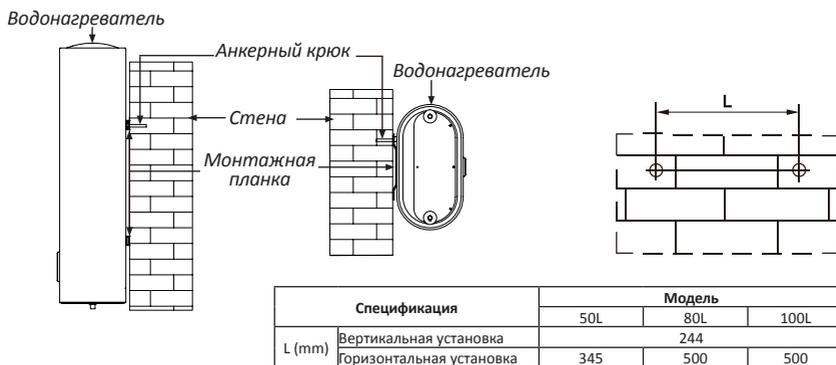

Рис. 1
1. После выбора места установки ЭВН определите положение двух установочных отверстий для анкерных крюков (рис. 1).
2. Просверлите в стене отверстия диаметром 16 мм и глубиной 90 мм на расстоянии согласно таблице ниже (Рис. 1).